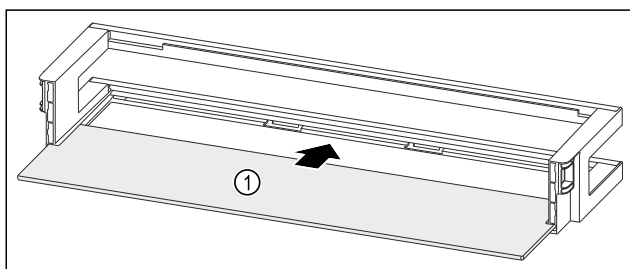

Fig. 52 Dveřní přihrádka s odkládací plochou
- ▶ Odkládací plochu Fig. 52 (1) zasuňte do bočních vybrání.